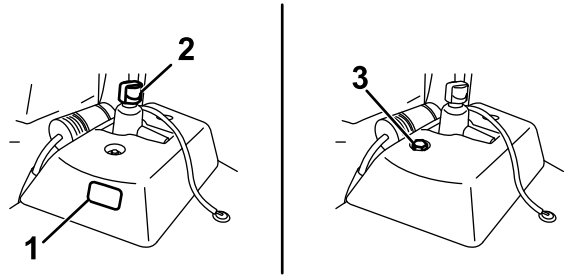

Bild 54
- Wenn der Hilfshydraulikbehälter ein Schauglas hat, prüfen Sie den Stand dort (Bild 54) und gehen Sie auf Schritt 5.
- Wenn der Hilfshydraulikbehälter kein Schauglas hat, ermitteln Sie den Peilstab an der Oberseite der Maschine (Bild 54) und gehen Sie auf Schritt 3.